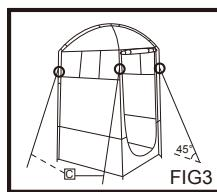

FIG3
6. Aperte uma extremidade das cordas de guia <C> nos laços dos quatro cantos da tenda exterior <A>. (FIG3)
7. Aperte a outra extremidade nas estacas da tenda <D> e aperte-as inserindo as estacas <D> no solo. (FIG3)